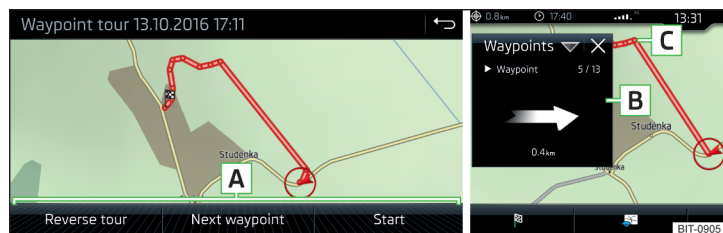

Fig. 236 Visualización de un itinerario de los puntos recorridos / Recorrer un itinerario de los puntos recorridos
- Seleccionar uno de los siguientes menús » fig. 236.
Durante el recorrido de un itinerario de los puntos recorridos aparece en la ventana adicional **Puntos del recorrido** la visualización de la dirección, así como la distancia hacia el próximo punto recorrido, el número continuo del próximo punto recorrido, y la cantidad total de los puntos recorridos » fig. 236.
“Se” “reduce” sucesivamente el itinerario de los puntos recorridos de la posi-ción del vehículo hacia el próximo punto recorrido » fig. 236.
- > Visualización del itinerario de los puntos recorridos » fig. 236 de la pág. 207